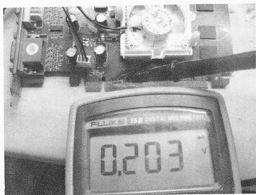

图 5-32 正面打值
(6) 接下来开始打值了。PCI 显卡正反面细线都需要测量, 如图 5-32 所示。